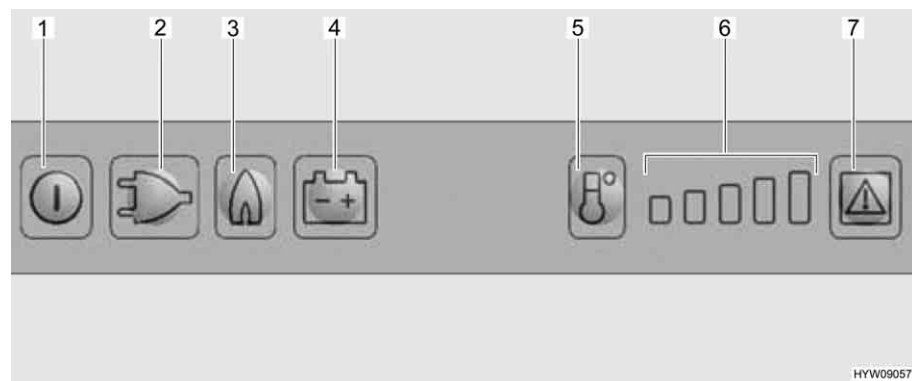

Fig. 132 Elementi di comando del frigorifero
- Premere il tasto On/Off (Fig. 132,1) per circa 2 secondi. Il frigorifero si accende. Si accende il tasto dell'ultima modalità di funzionamento.
- Eventualmente premere il tasto per la modalità di funzionamento "Gas" (Fig. 132,3). Il tasto si accende. L'alimentazione del gas è ora aperta. L'accensione avviene automaticamente. È udibile un ticchettio fino a quando procedura di accensione non è stata portata a termine.
- Regolare la temperatura di raffreddamento con il tasto di selezione dei gradi di temperatura (Fig. 132,5).
- Eventualmente premere il tasto della modalità di funzionamento "230 V" (Fig. 132,2). Il tasto si accende.
- Eventualmente premere il tasto della modalità di funzionamento "12 V" (Fig. 132,4). Il tasto si accende.